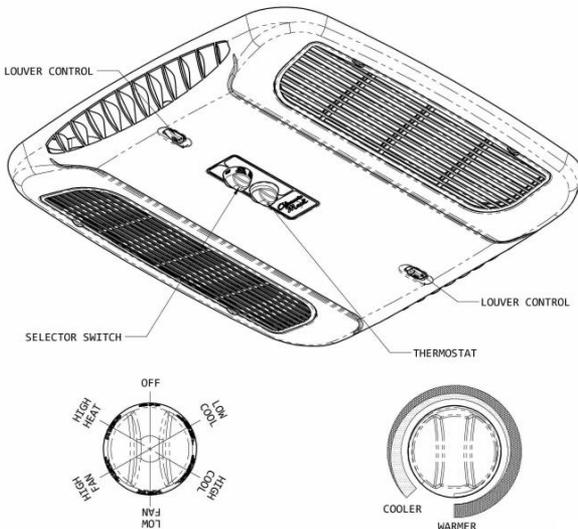

Figure 1
- Le sélecteur** – Le commutateur de selection détermine le mode de fonctionnement la pompe à chaleur doit être. En tournant le sélecteur, l'utilisateur peut obtenir toute fonction de l'appareil désirée. Les fonctions du dispositif varient selon les options de l'unité de toit et celles du plafonnier. Le figure 1 illustrent l'emplacement du sélecteur et les fonctions offertes. La section « Exploitation » explique les caractéristiques de chaque mode de fonctionnement.
- Le thermostat** (commande thermique) – Le thermostat fixe le réglage de température de «ON» et «OFF» auquel le compresseur va fonctionner (voir la figure 1).
I. **Pour l'opération de refroidissement** (reportez-vous aux figures 1, p 22).
IV. **Pour Chauffer d'Opération** (reportez-vous aux figures 1, p 22).
V. **Pour la circulation d'air seulement** (reportez-vous aux figures 1, p 22).